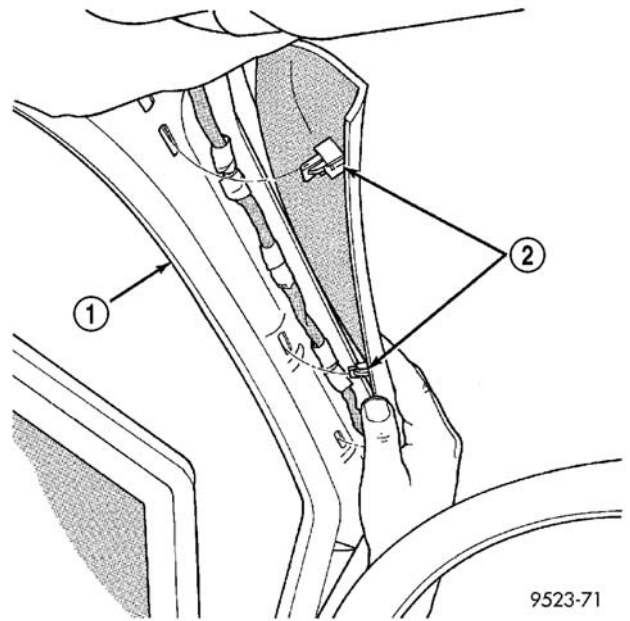

图 2 A 柱装饰件
- (1) 若配备，卸下扶手。（参见 23-车身/内部/扶手-拆卸）
- (2) 拆开夹住 A 柱装饰板与 A 柱的暗夹（图 2）。
- (3) 自车辆将 A 柱装饰板拆下。